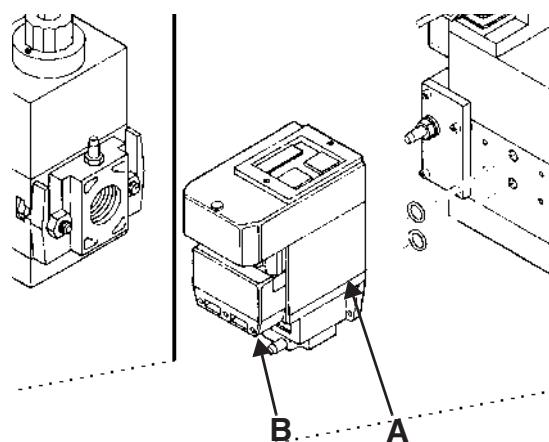
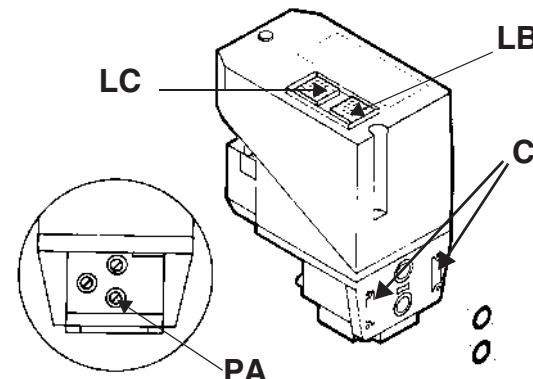

Рис. 13
Рис. 14
- 3). снять крепежные винты группы Multibloc (Рис. 13-А)
- 4). вставить уплотнительные кольца (10,5x2,25) в VPS 504 (Рис. 14-В, Рис. 13-В)
- 5). закрутить 4 винта блока контроля герметичности (M4x16) Рис. 13-С.
Для проверки работы, подсоедините манометр к штуцеру для отбора давления PA (Рис. 14). Если проверка завершилась положительно, через несколько секунд зажигается жёлтая лампочка LC. В противном случае загорается красная лампочка блокировки LB. Чтобы перезапустить горелку, необходимо разблокировать блок управления нажатием на светящуюся кнопку LB.